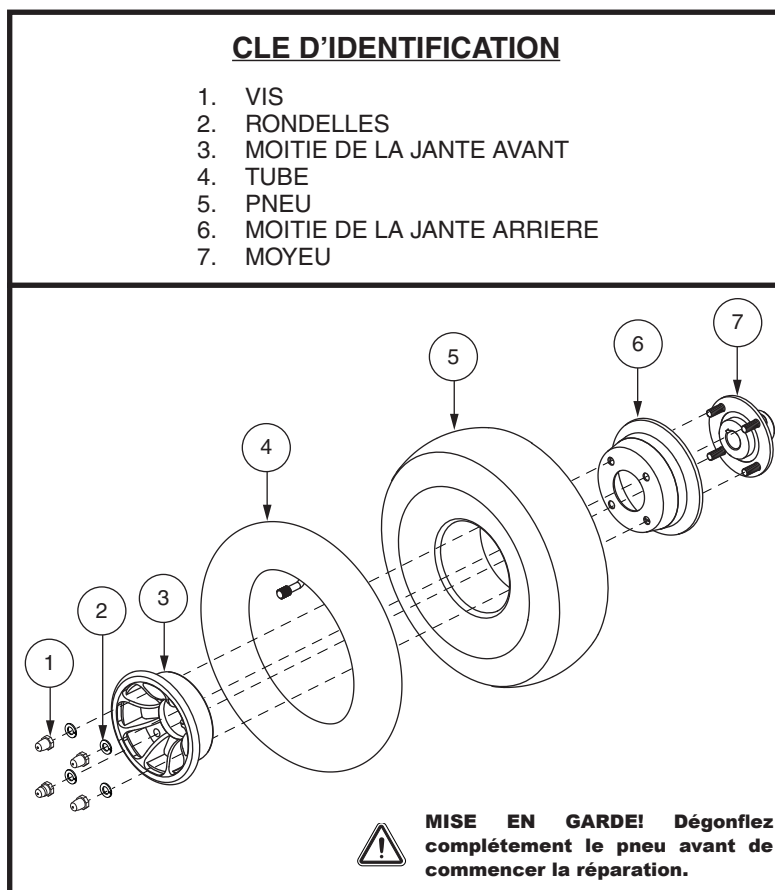

Figure 26. Roue pneumatique motrice démontée/montée
6. Retirez les vis et séparer les moitiés de la jante. **Voir la figure 26.**
7. Retirez le vieux tube du pneu et le remplacer par un nouveau tube. **Voir la figure 26**